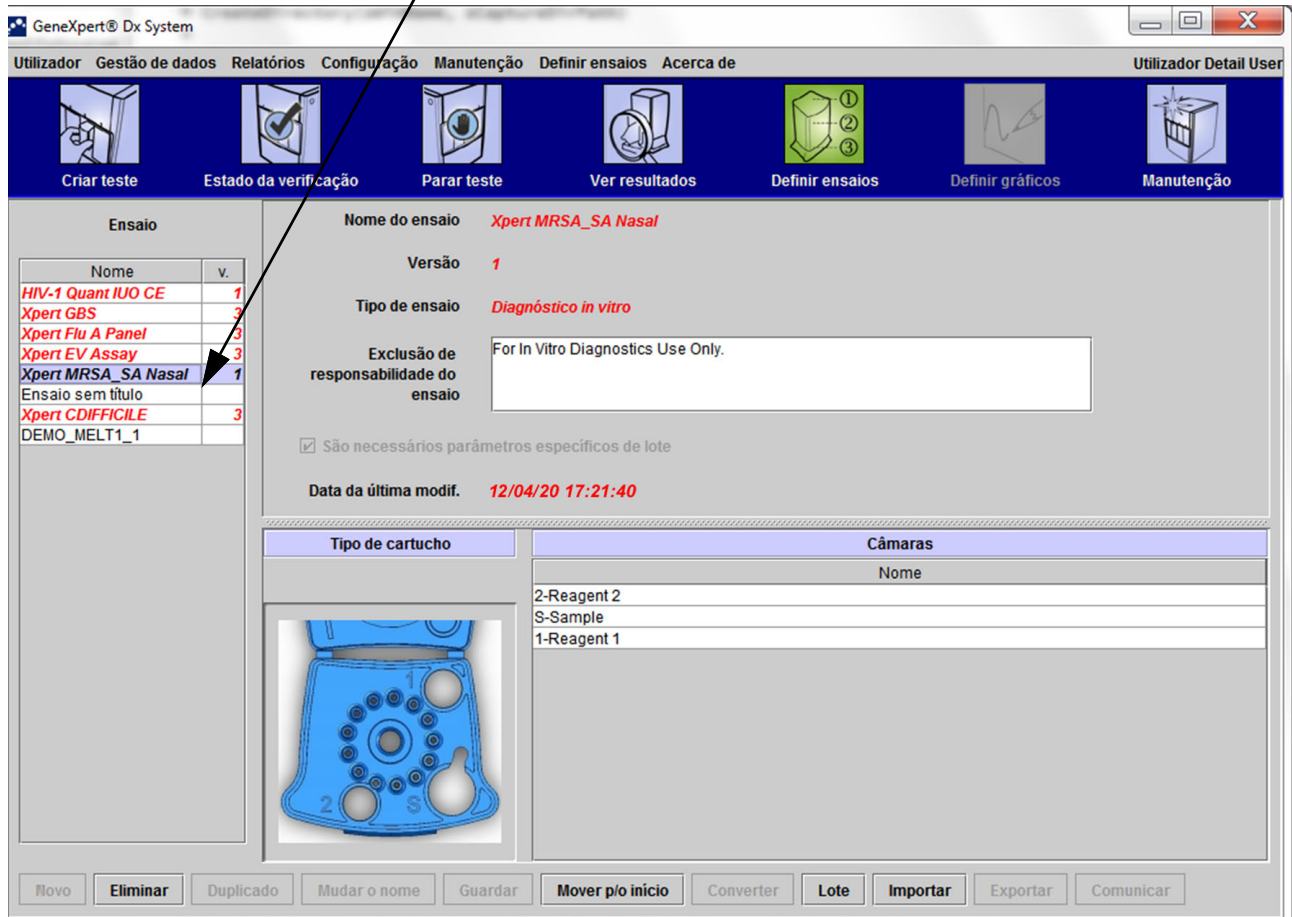

Figura 5-17. GeneXpert Dx System – Janela Definir ensaios
1. Na janela GeneXpert Dx System, clique em **Definir ensaios**. É apresentada a janela Definir ensaios (consulte a figura 5-17).